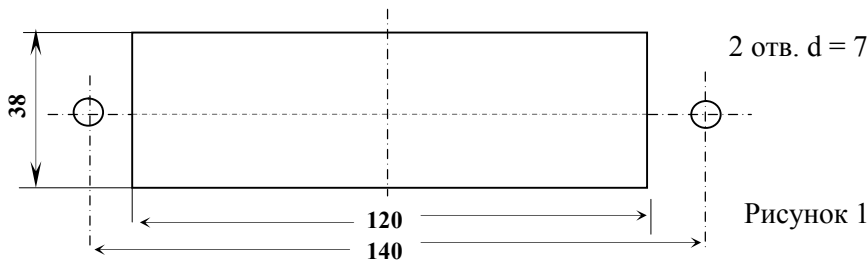

Рисунок 1
5.1.1 Для установки ИК-ЭПТ на панели пульта машиниста должно быть предусмотрено окно размером $(120^{+05} \times 38^{+05})$ мм с двумя отверстиями диаметром 7 мм под шпильки крепления блока (рисунок 1). Вставить блок ИК-ЭПТ в окно и закрепить с обратной стороны пульта гайками с шайбами.